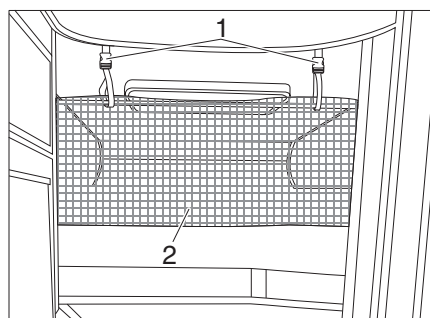

Fig. 56 Filet de sécurité
Le filet de sécurité (Figure 56, 2) de série est rangé entre le matelas et le sommier à lattes. Ne tendre le filet de sécurité qu'une fois que la personne se trouve dans le lit.
- Faire s'enclencher les sangles de retenue (Figure 56, 1) dans les œillets du plafond.